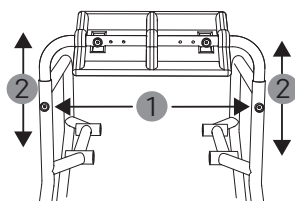

fig. 9
1. Pour régler la hauteur du dossier, desserrez les écrous moletés sur les parties latérales et retirez les vis (1, fig. 9).
2. Trois trous permettent de régler le dossier en hauteur (410/435/460 mm). Tirez pour cela le dossier vers le haut de manière uniforme des deux côtés (2, fig. 9).